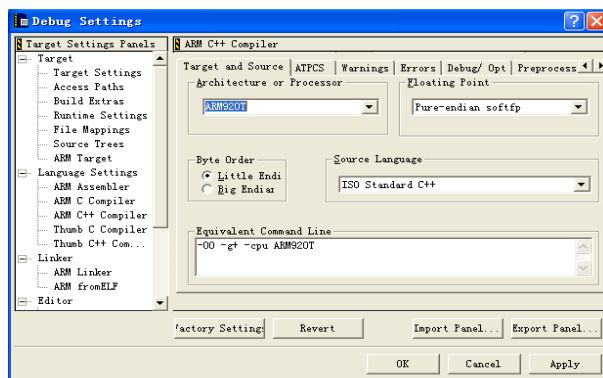

图 2-12 选择要编译的 CPU 核
(4) 单击“ARM C Compiler”选项，出现如图 2-12 所示的对话框。在“Architecture or Processor”栏中选 ARM920T，这是要编译的 CPU 核。